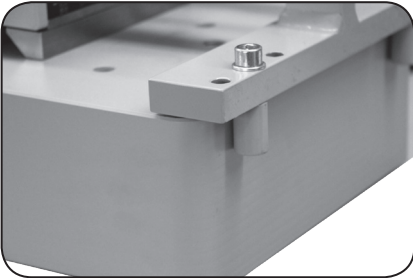

Abb. 1
- Das Werkstück muss während des Hebevorgangs immer ordentlich gegen den Vertikalanschlag sitzen. (Abb.1) Die Verschiebekraft muss vom Anschlag aufgefangen werden. Setzen Sie dazu den Magneten immer mittig im Schwerpunkt des Werkstücks auf und schrauben Sie die Auflagebolzen entsprechend der Werkstückgeometrie symmetrisch an. (Abb. 2)
4. Die Anschläge müssen fest an der Unterkante des Werkstücks anliegen, um ein Abrutschen der Last im Vertikalbetrieb zu verhindern. (Abb. 1) Ist dies der Fall, schalten Sie den Magneten ein (FX Betriebsanleitung beachten)